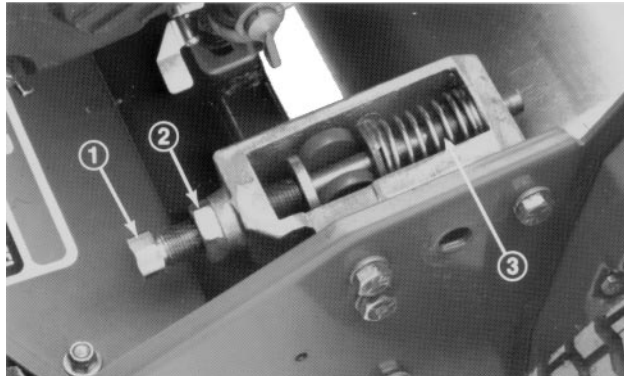
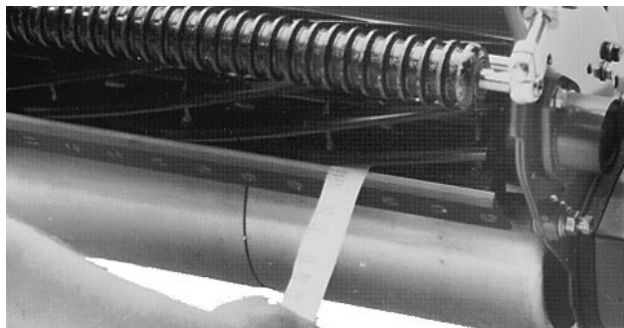

Bild 4
Bild 5
7. Die vier Rollenlagerschrauben sowie die Schraube lockern, mit der die Mitläuferscheibe abgesichert ist. Die rechte Seite der Rollengruppe soweit anheben oder absenken, bis sich der Abstand auf weniger als 0,25 mm reduziert. Die Rollenlagerschrauben festziehen. Die Riemenspannung einstellen und die Befestigungsschraube der Mitläuferscheibe festziehen (Bild 4).
1. Die Maschine auf einer flachen, ebenen Fläche aufstellen. Sicherstellen, daß kein Kontakt zwischen Untermesser und Spindelmesser entsteht, indem die Klemmuttern auf den Untermessereinstellschrauben gelockert und die Einstellschrauben im Gegenuhrzeigersinn gedreht werden (Bild 4).
3. An einer Seite der Spindel einen langen Streifen Zeitungspapier von vorne zwischen Spindel und Untermesser einführen (Bild 5). Während die Spindel langsam vorwärts gedreht wird, die Unter messereinstellschrauben (an der gleichen Spindel-seite) um jeweils eine Flachstelle drehen, bis das Papier leicht gekniffen wird, wenn es von vorne, parallel zum Untermesser, eingeführt wird, was zu geringem Widerstand führt, wenn am Papier gezogen wird (Bild 4).
5. Nach der Einstellung kontrollieren, ob die Spindel das Papier kneifen kann, wenn es von vorne eingeführt wird und das Papier schneidet, wenn es im rechten Winkel zum Untermesser eingeführt wird (Bild 5). Die Möglichkeit muß bestehen, Papier mit minimalem Kontakt zwischen Untermesser und den Spindelmessern zu schneiden. Wenn zu hoher Spindelwiderstand spürbar ist, muß die Mähspindel entweder geschärft oder geschliffen werden, um die für den Präzisionsschnitt erforderlichen Schärfe der Schnittkanten zu realisieren (siehe Toro Handbuch zum Schärfen und Schleifen).
WARNUNG: Beim Entfernen der Unter messerleiste mit Vorsicht vorgehen, da die Federn der Einstellschrauben (Bild 4) gespannt sind und plötzlich abspringen können.